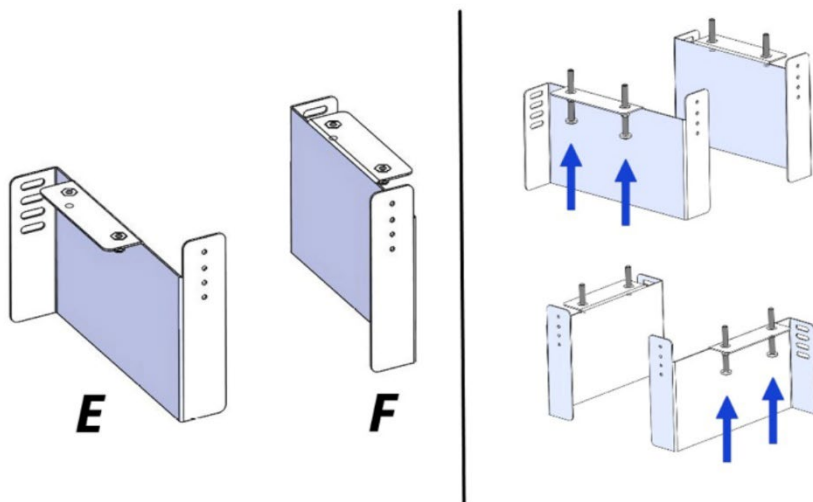

Fig. 10
For at sikre korrekt montering skal komponenterne E og F anvendes (se fig. 10).
6. Hvis komponenterne E og F ikke allerede er monteret, skal justeringsskruerne installeres som vist i fig. 10.